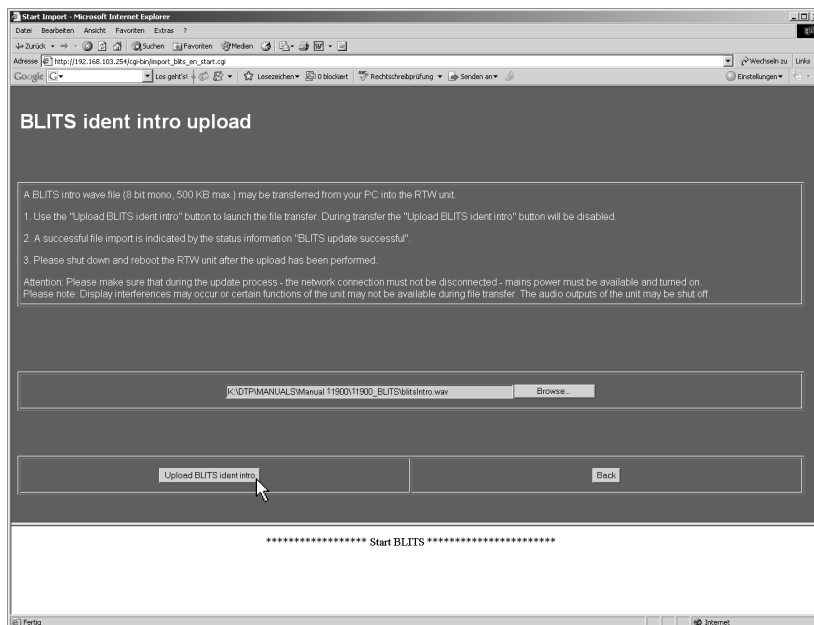

Bild 8-28: Starten des Uploads
- Aktivieren Sie über die Schaltfläche „Upload BLITS ident intro“ den Transfer der Intro-Datei in den SurroundMonitor (siehe Bild 8-28). Sollte die Schaltfläche „Upload BLITS ident intro“ nicht sichtbar sein, verschieben Sie die Seite mit den grauen Balken am rechten Bildschirmrand. **Achten Sie darauf, dass während des Datentransfers keine Unterbrechung der Netzwerkverbindung oder der Stromversorgung auftritt!**